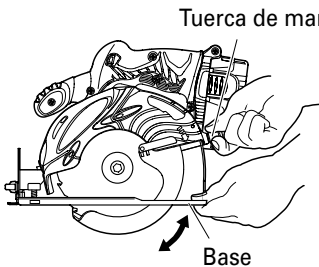

Fig. 8
- Compruebe si la tuerca de mariposa está apretada. Si la tuerca de mariposa de ajuste de la profundidad de corte (Fig. 8) estuviese floja, podrían producirse lesiones. Cerciórese de que esté apretada con seguridad.
1. Ajuste de la profundidad de corte (Fig. 8)